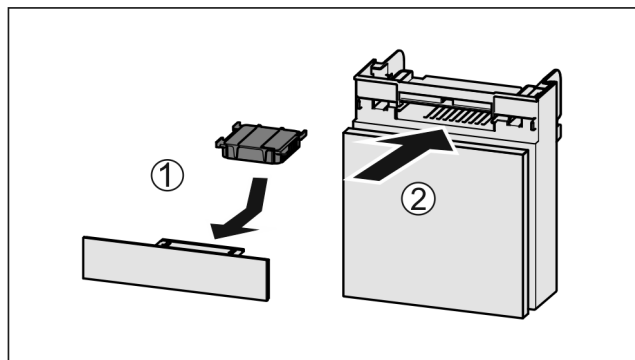

Fig. 36
- ▶ Introduceți Fig. 36 (1) filtrul de cărbune activ după cum se vede în figură.
- ▶ Împingeți Fig. 36 (2) compartimentul în interior.